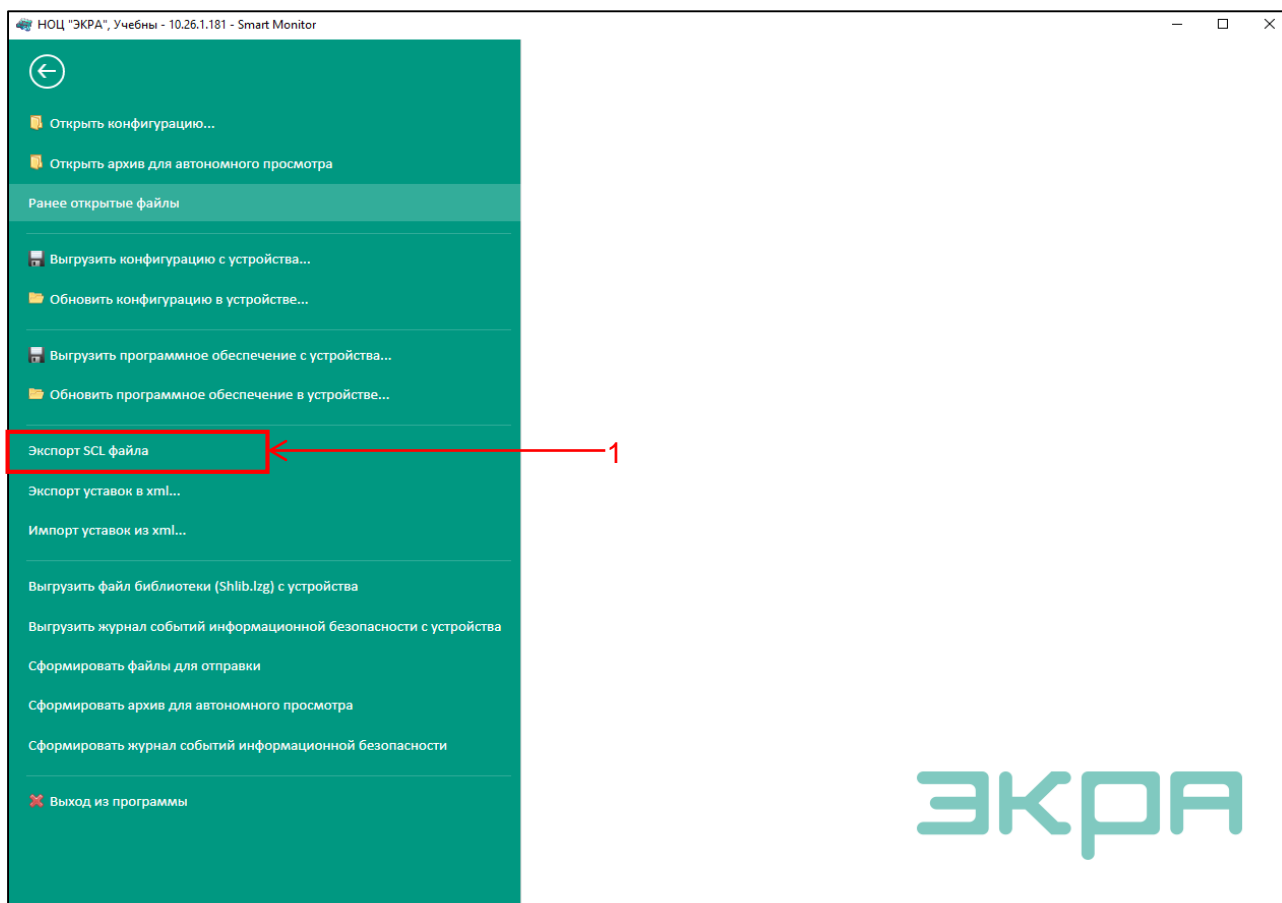

Рисунок 16 – Экспортирование SCL-файла
2.3.5.1 В главном меню программы Smart Monitor выбрать пункт  → **Экспорт SCL файла** (см. рисунок 16, поз. 1).